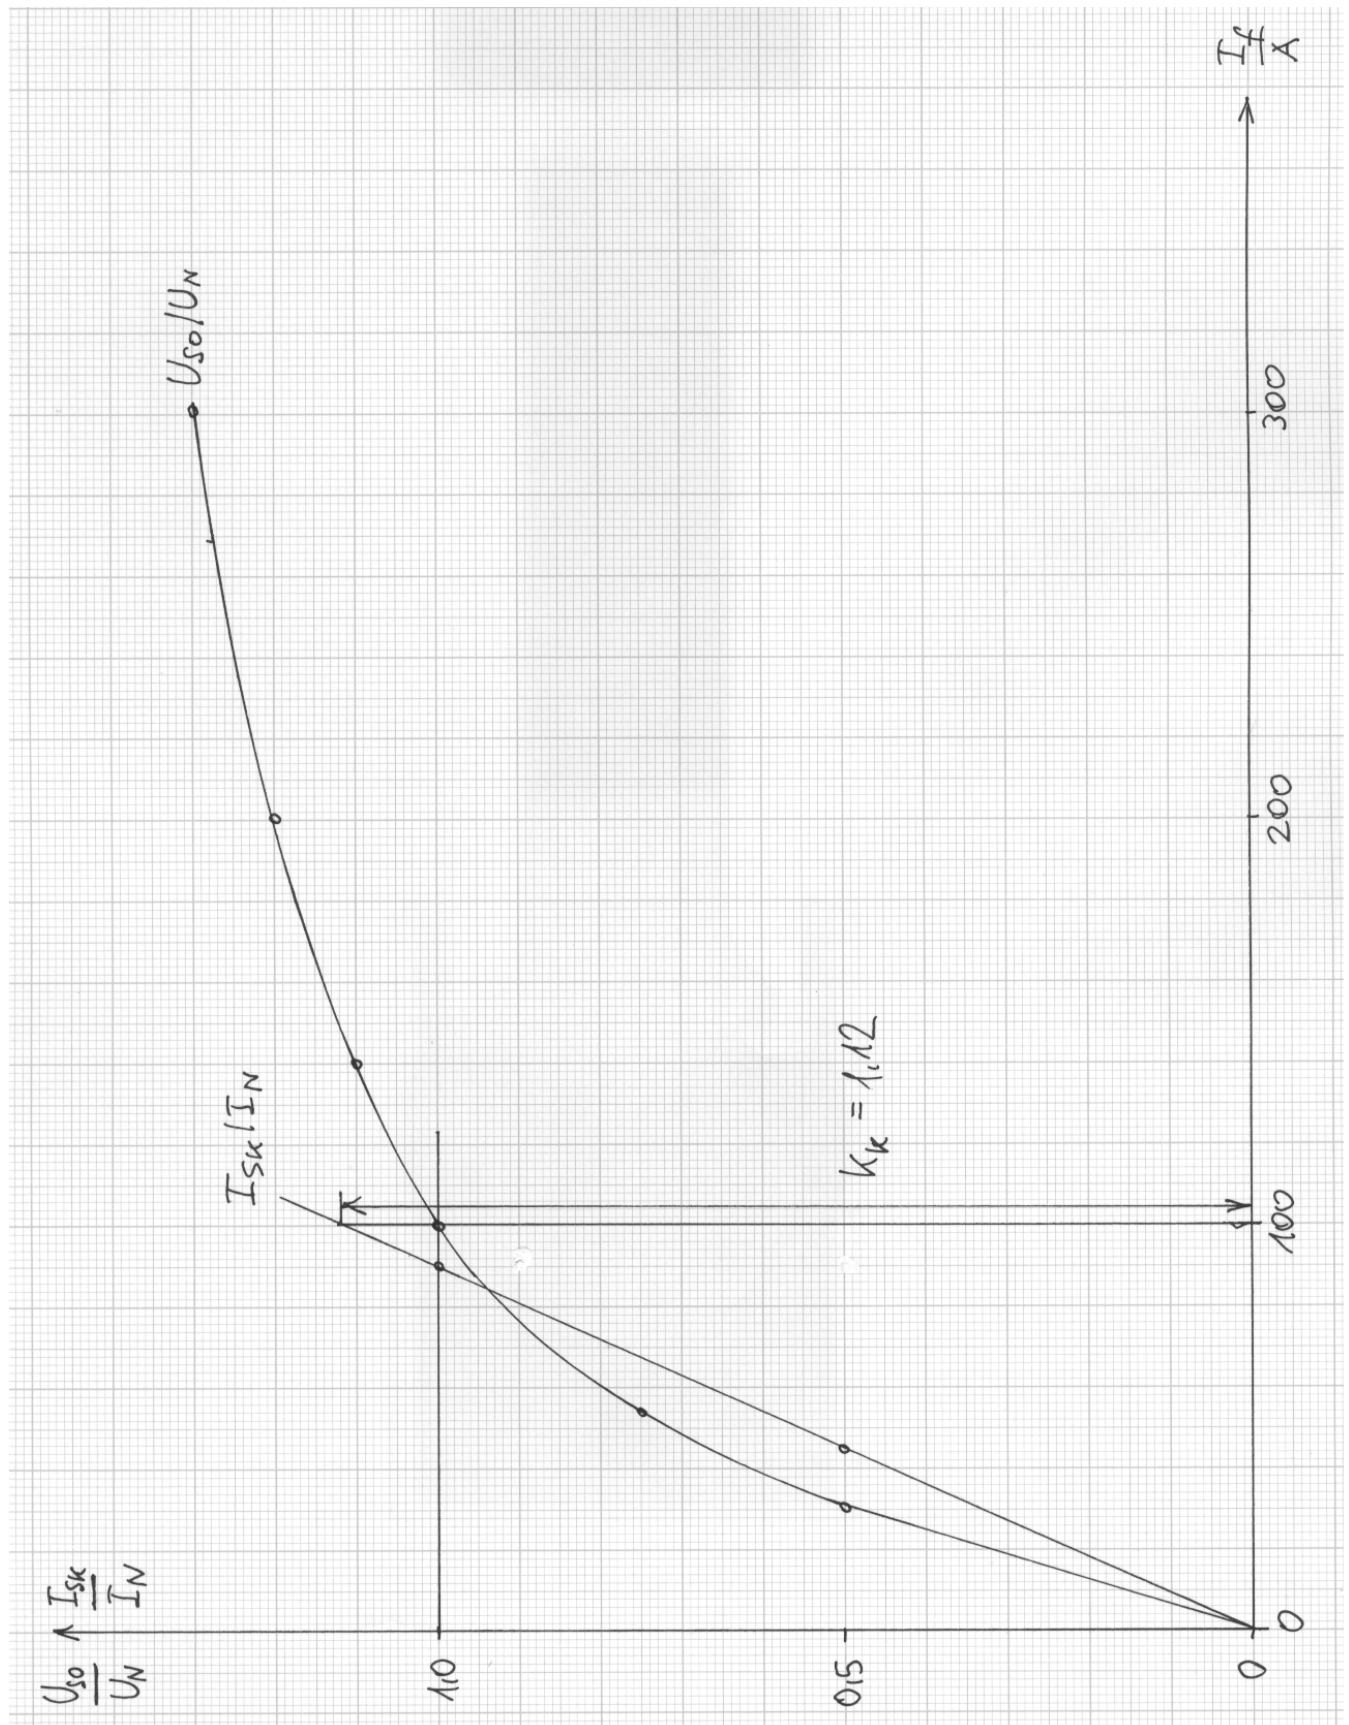

Bild 3.2-3: Leerlauf- und Kurzschlusscharakteristik des Industrie-Generators
1) Die Leerlauf- und Kurzschlusscharakteristik wird in Bild 3.2-3 gezeigt.